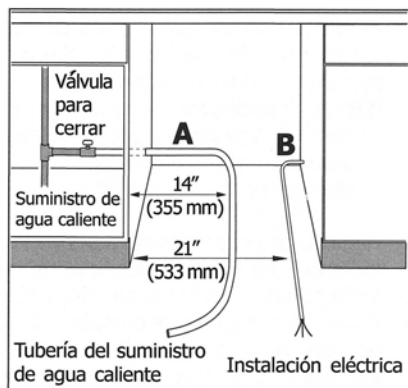

Figura 9
Se recomienda la instalación de un válvula de cierre (no provista) en la línea de suministro de agua caliente en un lugar de fácil acceso, vea la figura 9.
- Corte un orificio de 1" (25.4mm) de diámetro en el mueble (en el área de la figura 9 B). Para muebles de madera, lije el orificio hasta que quede liso. Para muebles de metal, cubra el borde con una arandela.